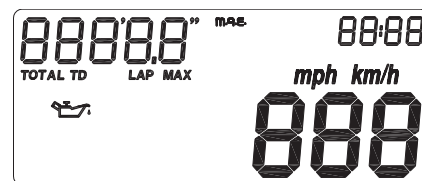

Fig. 16
- III^a página (sólo en el primer encendido del instrumento): **Check de todos los segmentos del lcd durante aprox. 3 seg. (fig. 16).**
- III^a page (à chaque allumage de l'instrument) : **Contrôle de tous les segments de l'lcd pendant environ 3 sec. (fig. 16).**